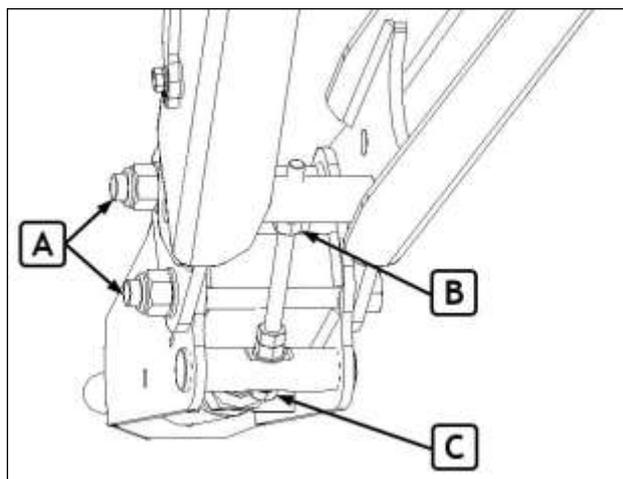

Fig. 17 - Anneau de remorquage
- 6) Desserrer les deux vis de l'anneau de remorquage pour pouvoir le déplacer (Fig. 17, A) ;
- 7) Porter l'anneau de remorquage en position horizontal, desserrant le contre-écrou (Fig. 17, B) et agissant sur la vis de régulation (Fig. 17, C).